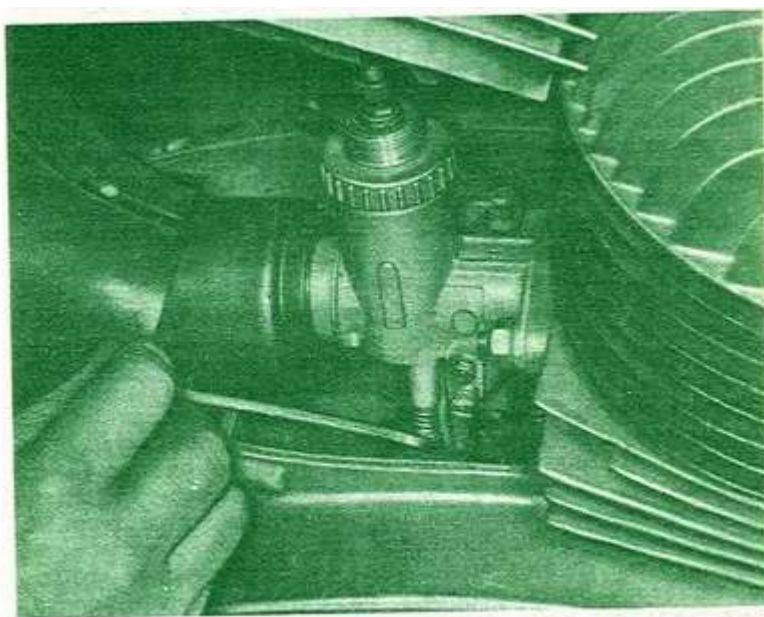

Рис. 84. Регулировка упорного винта дроссельного золотника (карбюратор установлен на двигателе)
2. Частоту вращения коленчатого вала на холостом ходу (мотоцикл стоит) регулируют наклонным регулировочным винтом, цилиндрический конец которого служит упором для главного дроссельного золотника карбюратора. Если этот винт ввертывать, то дроссельный золотник немного поднимается, если вывертывать, то золотник опускается. При этом изменяется частота вращения коленчатого вала двигателя. Упорный винт дроссельного золотника лучше всего регулировать обычным гаечным ключом (рис. 84). Положение дроссельного золотника, а поэтому и частота вращения вала зависят от температуры окружающего "воздуха, а частично и от индивидуальных требований водителя.